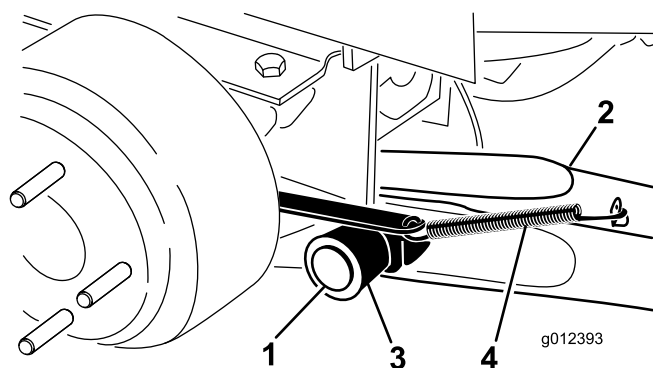

Bild 3
6. Befestigen Sie einen Hubarm mit einem Schwenkstift und einem Splint an der Schwenkhalterung (Bild 3).
7. Haken Sie die Bremsrücklauffeder in die Lasche am Hubarm ein (Bild 3).